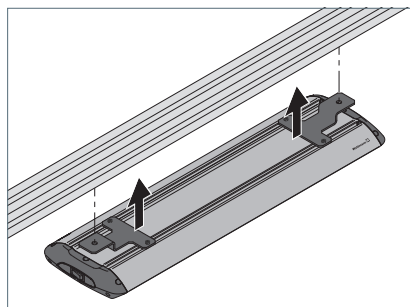
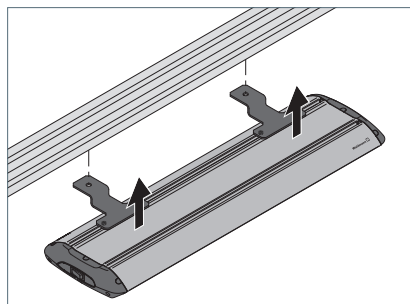

Fig. 8: Montage d'un luminaire avec le type de montage « En haut, fixe », possibilité 1.
Fig. 9: Montage d'un luminaire avec le type de montage « En haut, fixe », possibilité 2.
- Montez le luminaire sur la surface de montage à l'aide de vis appropriées et serrez les vis, voir Fig. 8 ou voir Fig. 9.